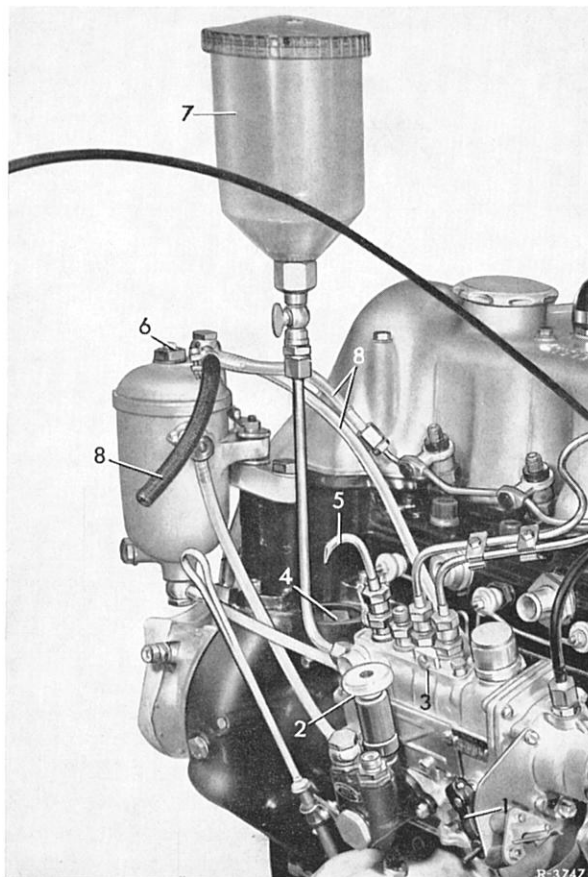

Bild 07-41/6
14 Damit der Verstellhebel (1) bzw. die Regelstange mit Sicherheit auf Vollast stehen, Verstellhebel und damit die Regelstange einige Male bis zum Endanschlag in Richtung Stop betätigen und wieder loslassen (Bild 07-41/1).